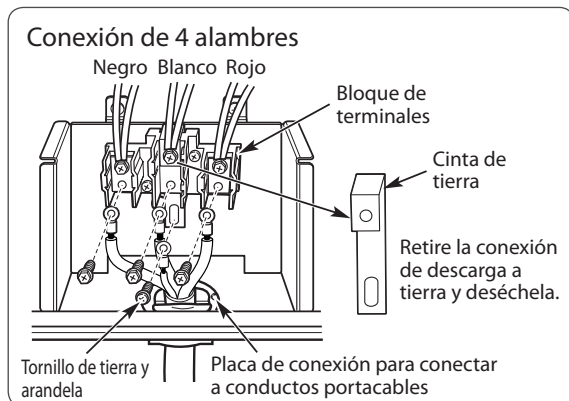

FIGURA 9
1. Quite los tres tornillos inferiores del bloque de terminales y consérvelos. (Ver Figura 9). Quite el tornillo a tierra y consérvelo.